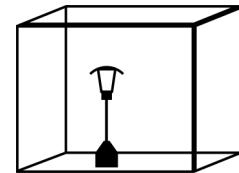

Fig. 2
- 3) Die Fläche ist die Summe der Wandflächen. (Siehe Abbildung 2)